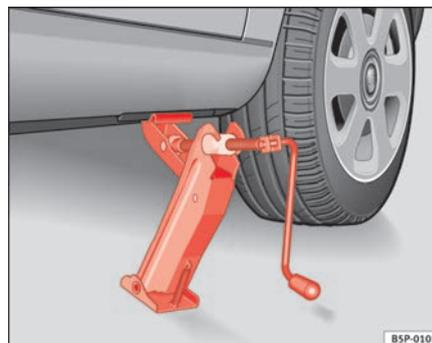

Fig. 177 Posizionamento del cric
- Applicare il cric in modo che la staffa faccia presa in corrispondenza della nervatura del montante inferiore e che la base mobile appoggi bene a terra ⇒ fig. 177.